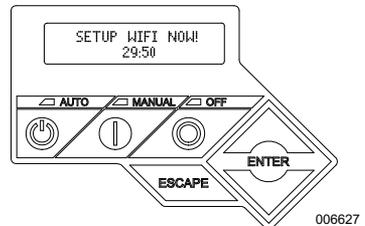

Figure 3-8. Écran de configuration Wi-Fi
3. Voir **Figure 3-8**. Le contrôleur affiche **SETUP WIFI NOW!** (CONFIGURER WI-FI MAINTENANT !) ainsi qu'une temporisation de 30 minutes pour l'établissement de la connexion Wi-Fi.